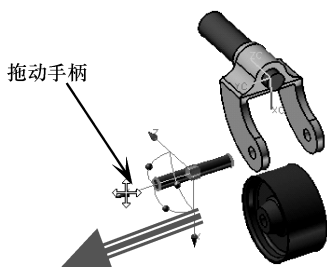

图 7-77 拖动手柄至合适位置
- 08 选中【移动对象】单选按钮，然后拖动 YC 轴手柄至如图 7-77 所示的位置处，或者在文本框中输入距离值为 100。